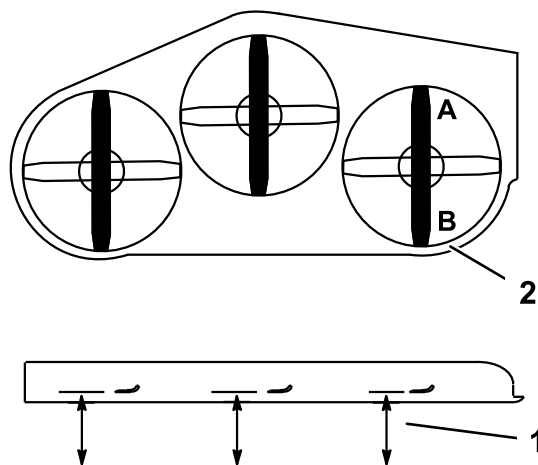

Figura 101
- Coloque la cuchilla **derecha** en posición longitudinal (Figura 101).
- Mida la cuchilla derecha en la posición **A** desde una superficie nivelada hasta el filo de corte del extremo de la cuchilla (Figura 101).
- Mida la cuchilla derecha en la posición **B** desde una superficie nivelada hasta el filo de corte del extremo de la cuchilla (Figura 101).
- La cuchilla del cortacésped debe estar entre 6 y 10 mm ($\frac{1}{4}$ " y $\frac{3}{8}$ " más baja en la posición que en la posición **B** (Figura 101). Si la distancia no es correcta, continúe con los pasos siguientes.